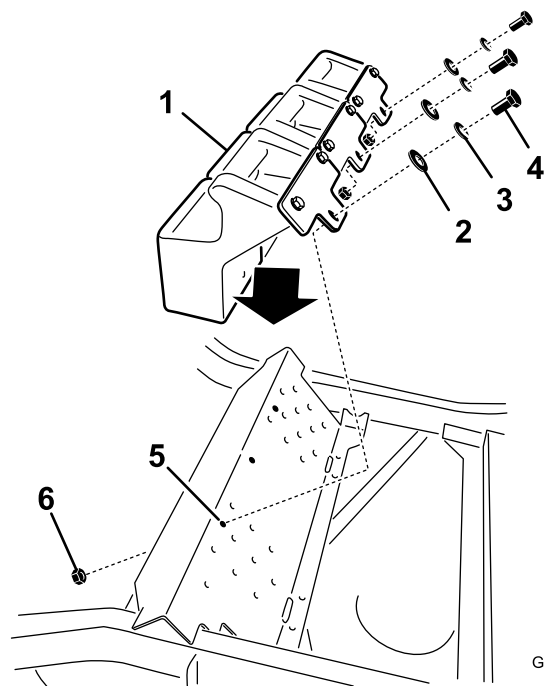

Figura 35
2. Instale os pesos dianteiros na parte superior do apoio de pé (Figura 35).
3. Fixe os pesos dianteiros na parte superior do apoio de pé e no suporte de montagem de pesos com 6 parafusos (3/8" x 1"), 6 anilhas de segurança, 6 anilhas planas e 3 porcas flangeadas (3/8") (Figura 35).